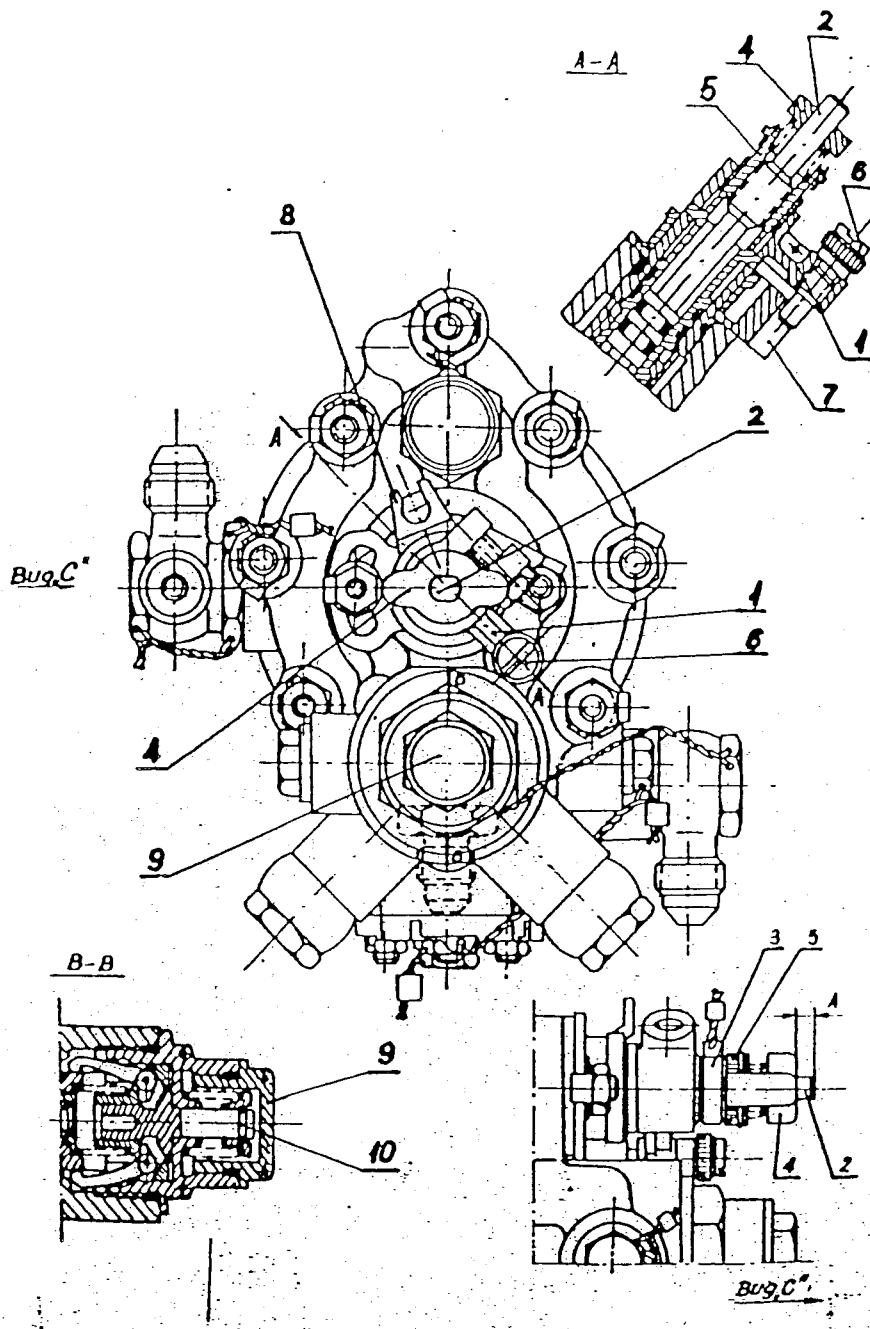

Рис. 6.22. Агрегат РО-40ТА
I7.1.5. Регулировка заключается в завёртывании винта 2 (рис. 6.22.) на такую величину, чтобы обороты срабатывания автомата защиты были равны или превышали (не более чем на 2%) минимально допустимые.
I7.2.1. Переключение автомата защиты из рабочего положения в контрольное положение (рис. 6.22.):
17.2.3. Разблокировка автомата защиты (рис. 6.22.):
I7.2.4. Переключение автомата защиты из контрольного положения в рабочее положение (рис. 6.22.):
I7.3. Регулировка оборотов свободной турбины производится следующим образом (рис. 6.22.):